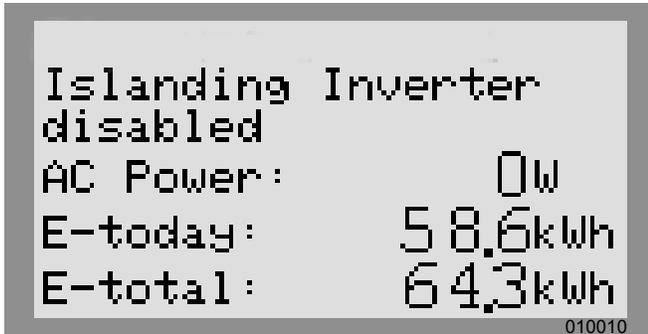

Figura 6-6. Activación del inversor (1 de 4)
1. Consulte la Figura 6-6. Use la tecla de flecha hacia la derecha para desplazarse hasta la página de dispositivo del inversor.